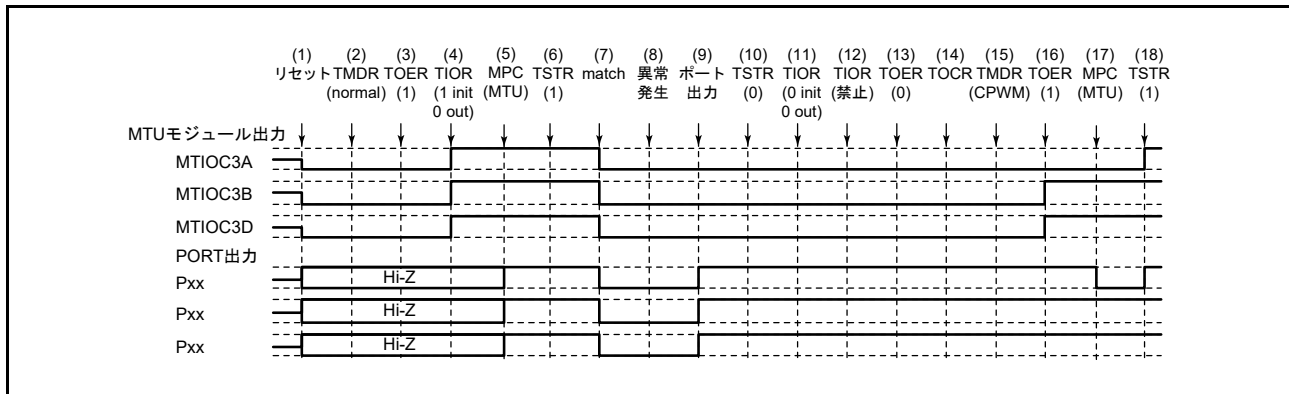

図 22.158 ノーマルモードで異常が発生し、相補 PWM モードで復帰する場合
ノーマルモードで異常が発生し、再設定後相補 PWM モードで再スタートする場合の説明図を図 22.158 に示します。
(1) ~ (13) は図 22.158 と共通です。
(14) TOCR1A、TOCR2A (TOCR1B, TOCR2B) レジスタでリセット同期 PWM の出力レベルと周期出力の許可 / 禁止を選択してください。
(15) リセット同期 PWM を設定します。
(16) TOERA (TOERB) レジスタで MTU3、MTU4 (MTU6, MTU7) の出力を許可してください。
(17) MPC と I/O ポートのポートモードレジスタ (PMR) で MTU 出力としてください。
(18) TSTRA (TSTRB) レジスタで再スタートします。